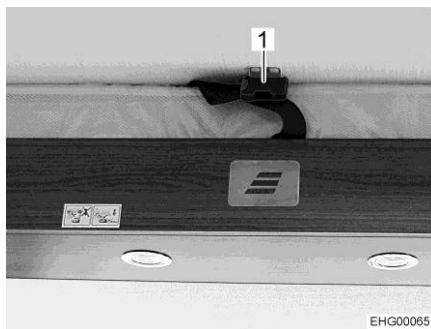

Fig. 92 Cintura di ritegno
- Staccare la cintura di ritegno (Fig. 92,1).
- Chiudere la cintura di ritegno (Fig. 92,1).